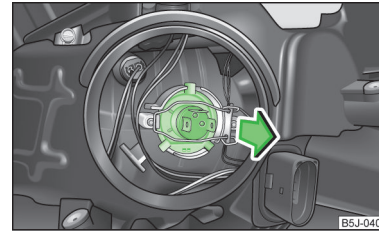

Abb. 155
- Den Stecker an der Glühlampe abziehen, den Sicherungsbügel entriegeln und die Glühlampe herausnehmen » Abb. 155.